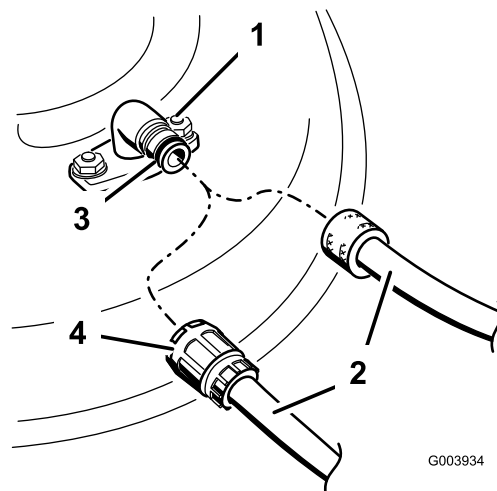

Figura 51
3. Montate il manicotto del tubo flessibile sul raccordo di lavaggio del tosaerba, quindi aprite il rubinetto per erogare un getto forte (Figura 51).